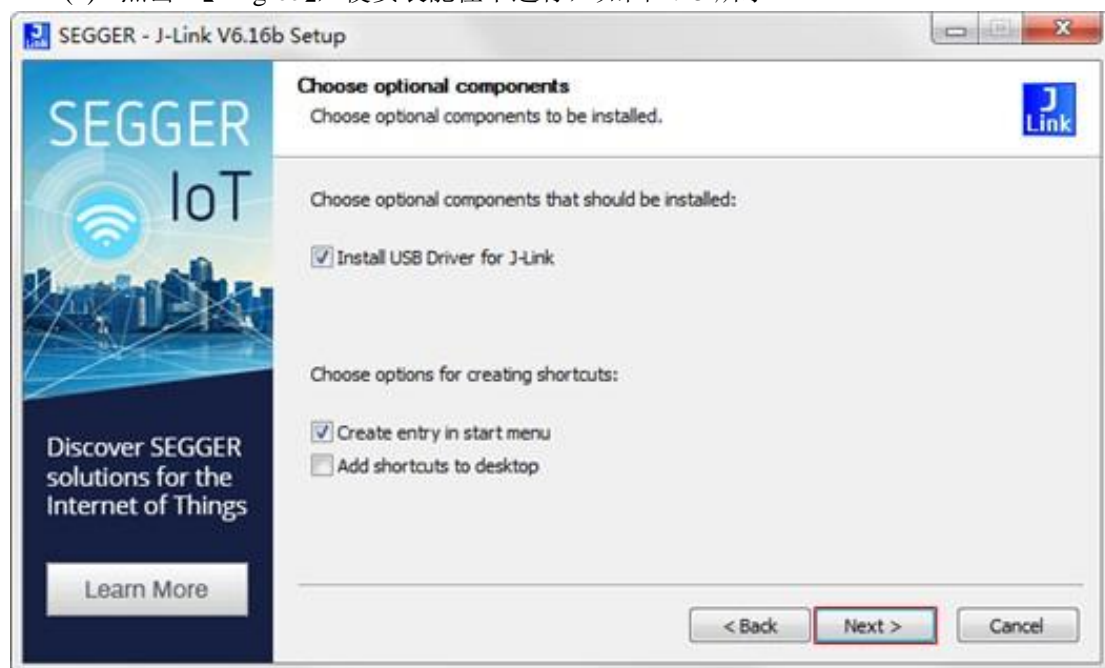

图 2.25 J-Link 软件安装向导
(1) 软件开始安装后，在安装向导页面点击【Next】，如图 2.25 所示。
(2) 点击 **【I Agree】**，使安装能往下进行，如图 2.25 所示。